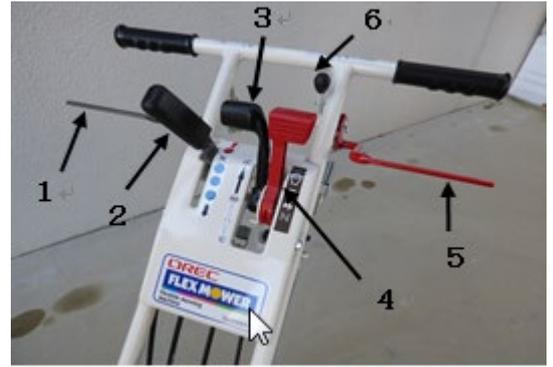

Figure 2
Après avoir engagé une vitesse (voir chapitre « levier de vitesse »), tirez sur la poignée (figure 2, repère 2) pour faire avancer la tondeuse. Relâchez la poignée, la machine s'arrête.
Il permet de sélectionner la vitesse d'avancement suivant la hauteur de l'herbe à couper (figure 2, repère 2). La position (N) correspond au point mort de la transmission.
LEVIER DE BLOCAGE DE DIFFERENTIEL (FIGURE 2, REPERE 3)
Ce levier a plusieurs fonctions (figure 2, repère 4).
Ils sont utilisés pour la tonte, ils permettent d'actionner les lames et de les maintenir en rotation (figure 2, repère 5 et 6).
Poussez d'abord le levier (figure 2, repère 6) vers l'avant, puis tirez le levier rouge (figure 2, repère 5) contre le mancheron.
Pour arrêter la rotation des lames, relâchez le levier (figure 2, repère 5).
- Enclencher la rotation de la lame (figure 2, repère 5) puis accélérerez à fond.
- Actionnez la poignée d'avancement (figure 2, repère 1). La tonte commence.